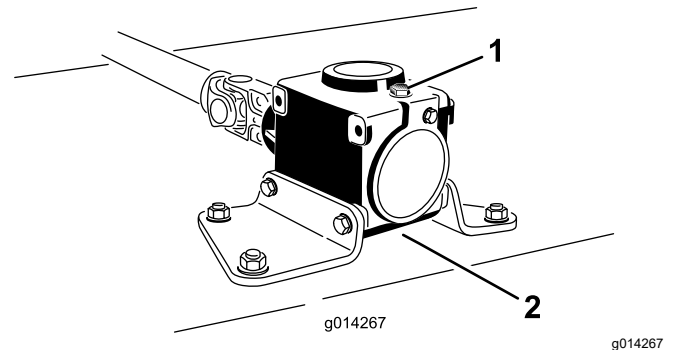

Bild 20
6. Nehmen Sie den Ölpeilstab bzw. die Füllschraube oben am Getriebe ab (Bild 20) und stellen Sie sicher, dass der Schmiermittelstand zwischen den Markierungen am Peilstab liegt.
6. Nehmen Sie den Peilstab bzw. die Füllschraube von der Oberseite des Getriebes ab (Bild 20).